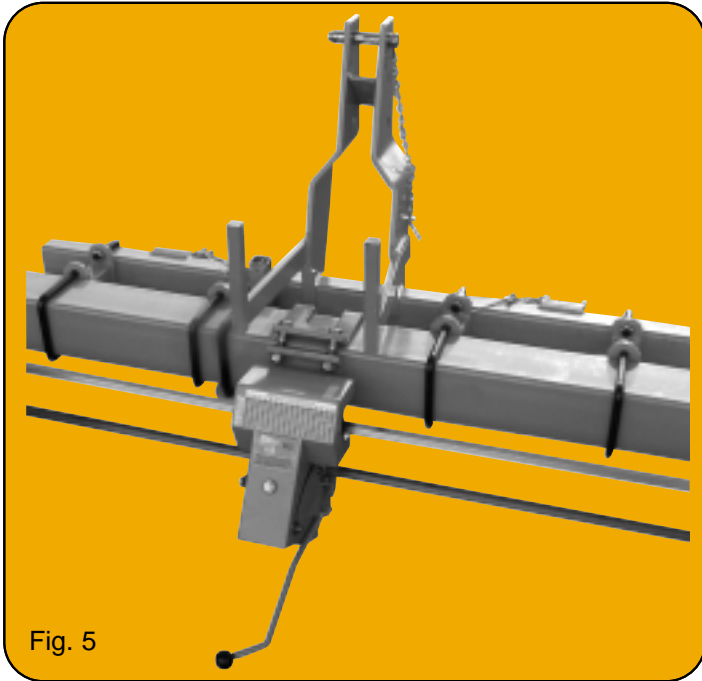

Fig. 5
**Boîte de distances étroite** (fig. 5) : dans le cas d'un semoir à nombre de rangs pair (4 - 6 - 8 ...) , la boîte se monte au centre du semoir (fig.5) et dans le cas d'un nombre de rangs impair (5 - 7 - 9 ...) , elle se monte déportée entre 2 rangs. Placer les pignons dans le sens du tableau de distances.
**Narrow seed spacing gearbox** (fig. 5): on the planter with an even number of rows (4 - 6 - 8) the gearbox is mounted in the center of the planter (fig.5) and for an odd number of rows (5 - 7 - 9...) the gearbox is off-set between 2 rows.
**SCHNALWECHSELGETRIEBE** (Abb. 5): An Sämaschinen mit Reihenzahl lit geraden Salen (4,6,8...) ist das Getriebe in der Mitte montiert (Abb. 5) und bei ungeraden Zahlen (5,7,9...) wird es seitlich zwischen zwei Reihen montiert. Montieren Sie die Zahnräder wie auf dem Getriebe-Aufleber gezeist. Nach der Montage überprüfen Sie den Kettenspanner am Wechselgetriebe und die Kettenspannrolle arbeitet Karrekt.
**Caja de distancias estrecha** (fig.5) : En caso de una sembradora con cantidad de filas par (4,6,8...) se monta la caja en el centro (fig.5) , y en caso de filas (5,7,9...) se monta descentrada, entre 2 elementos.